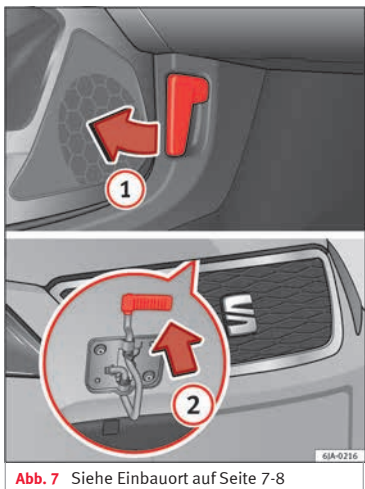

Abb. 7 Siehe Einbauort auf Seite 7-8
- Motorraumklappe öffnen: Ziehen Sie an dem Hebel unterhalb der Instrumententafel » Abb. 7 ①.
oben » Abb. 7 ②. Dabei wird der Fanghaken entriegelt.